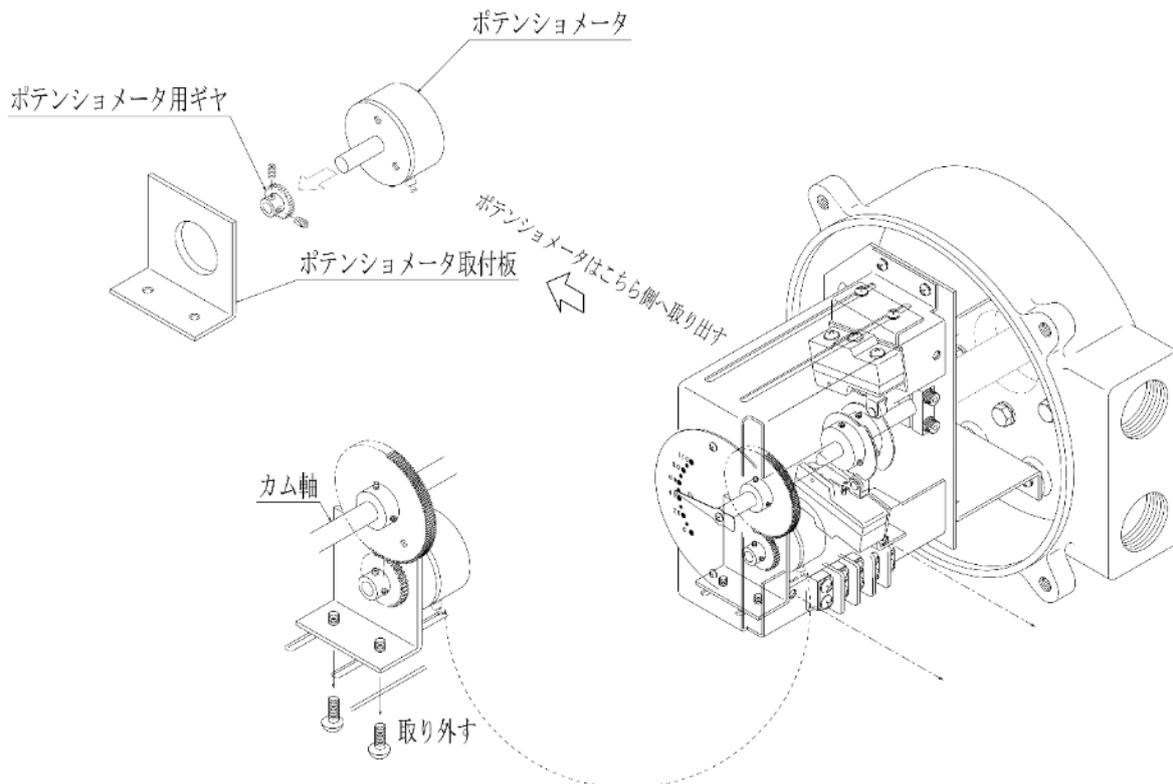

図 1 1 : ポテンシオメータの取り外し
(2) ポテンシオメータの調整要領 (制御動作C形、巻線抵抗形ポテンシオメータ 1 3 5 Ω の場合)
- ①コントロールモータを電動動作で全閉位置とし電源を遮断します。
- ②コントロールモータのスイッチカバーを外します。
- ③端子BM, RM, WMに接続されている外部配線を解線します。
- ④カム軸ギヤを固定している止めねじ (M4 六角穴付き) を 2 本とも緩めます。
- ⑤端子RM-WM間にテスタ (抵抗レンジ) をあて抵抗値を測定しながらカム軸ギヤを指で回し、抵抗値が約 2 Ω となる位置でカム軸ギヤの止めねじを仮固定します。(図 1 2 参照)